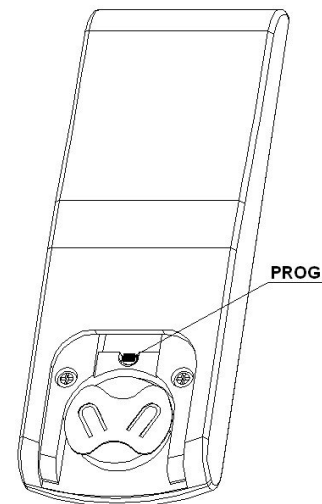

Fig.2
b) Pulsar la tecla **PROG** del mando y no soltarla hasta que el motorreductor indique, con dos breves (Fig.2);